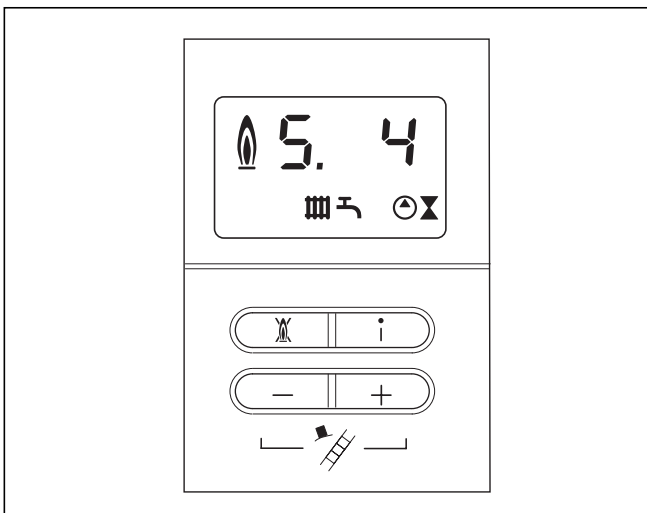

Abb. 6.12 Displayanzeige bei Heizbetrieb
- Der icoVIT exklusiv besitzt Statuscodes, die den Betriebszustand des Geräts im Display des DIA-Systems anzeigen. Sie können eine Funktionsprüfung des Warmwasser- und Heizbetriebs anhand dieser Statuscodes durchführen, indem Sie die Taste „i“ drücken (siehe Abb. 6.12). Der angezeigte Statuscode wird durch eine entsprechende Klartextanzeige im Display des DIA-Systems plus erläutert.